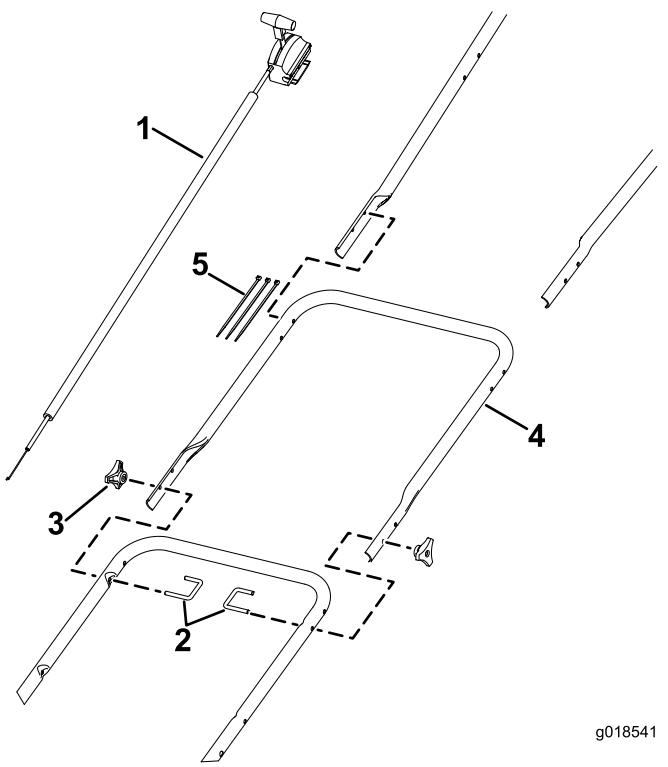
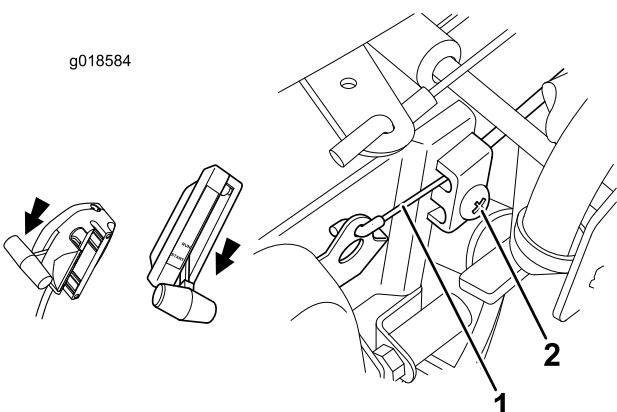

Figure 1
Figure 3
1. Déposez la commande d'accélérateur du guidon. Conservez les fixations (Figure 1). Desserrez le collier du câble d'accélérateur sur le moteur, dégagiez le câble extérieur du collier et déposez le câble intérieur du levier (Figure 3).
3. Fixez la rallonge de guidon à la partie inférieure avec 2 molettes et 2 étriers filetés (Figure 1).
- 4. Fixez la partie supérieure du guidon à la rallonge avec les 2 molettes et les 2 étriers filetés retirés à l'opération 2 (Figure 1).
- 5. Utilisez les fixations retirées à l'opération 1 pour fixer la longue commande d'accélérateur à la partie supérieure du guidon. Fixez la commande au guidon avec 3 serre-câbles (Figure 1).
- 7. Réglez la commande d'accélérateur pour démarrer (Figure 3).